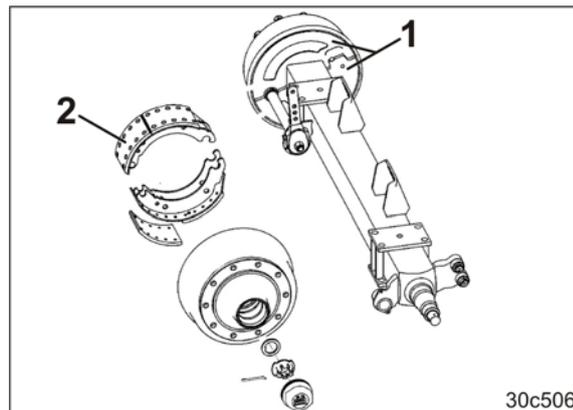

Fig. 283
1. Dévissez les deux tôles de protection (Fig. 283/1) sur le côté intérieur du tambour de frein.
Les impuretés qui pénètrent dans le frein peuvent se déposer sur les garnitures (Fig. 283/2) et dégrader sensiblement les performances du freinage.